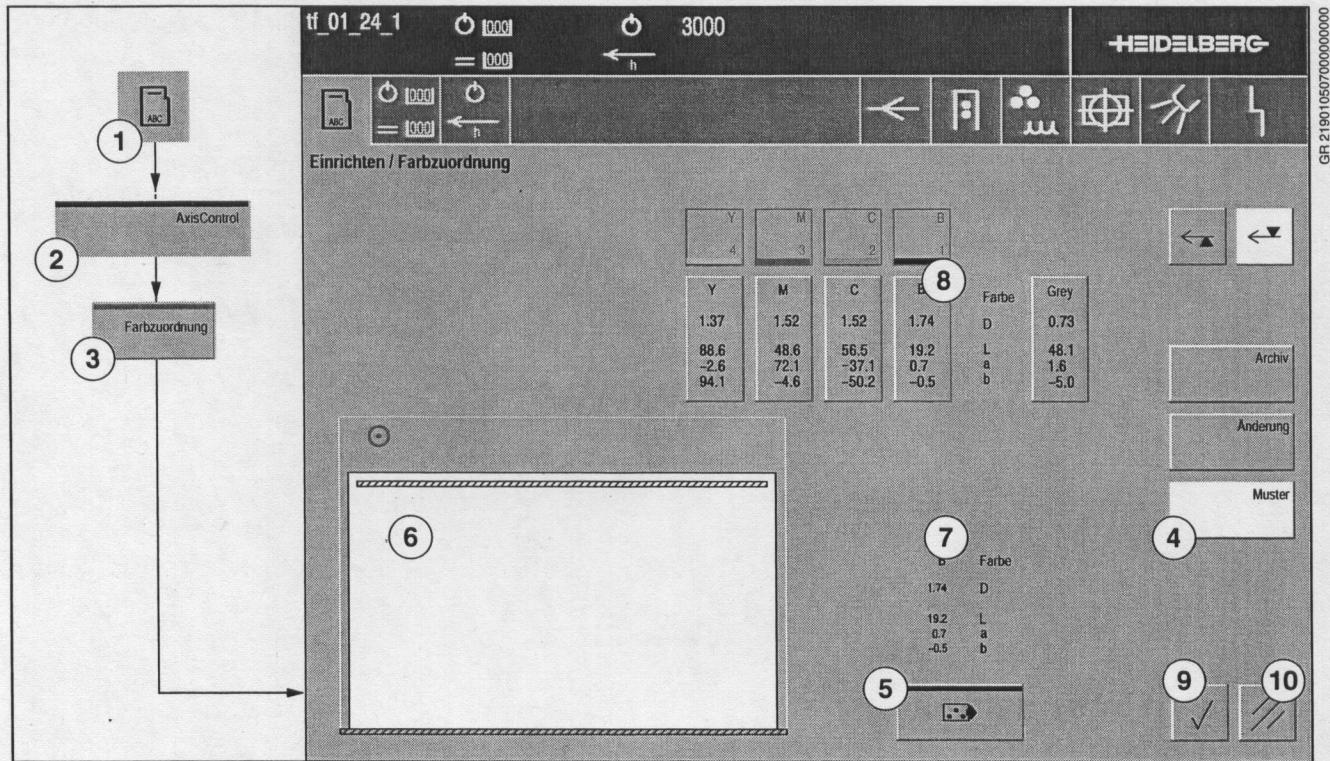

Abb. 11 Menü Farbzuordnung Muster
1. Drücken Sie die Taste *Farbzuordnung* (Abb. 11/3). Das Menü **Einrichten/Farbzuordnung** öffnet sich.
2. Drücken Sie die Taste *Muster* (Abb. 11/4). Das Fenster (Abb. 11), in dem Sie eine Mustermessung vornehmen können, öffnet sich.
1. Berühren Sie die weiße Fläche (Abb. 11/6) ungefähr an der Stelle, an der Ihr Messpunkt liegt. Der Messkopf fährt auf dem Bogen an diese Stelle.
3. Drücken Sie die Taste *Messen* (Abb. 11/5). Die Farbe auf dem Bogen wird gemessen. Die ermittelten Daten, wie Farbname, Dichte und Lab-Werte, werden am Bildschirm (Abb. 11/7) dargestellt.
4. Wählen Sie das Druckwerk an, dem der gemessene Sollwert der Farbe zugeordnet werden soll. (Abb. 11/8). Ein eventuell vorhandener Wert wird durch den gemessenen Wert ersetzt.
5. Änderung speichern: Drücken Sie die Taste *OK* (Abb. 11/9). Das Menü schließt sich, die Daten werden in das angewählte Druckwerk übernommen.
Änderungen nicht sichern: Drücken Sie die Taste *Löschen* (Abb. 11/10). Das Menü schließt sich, die Einstellungen werden nicht gespeichert.